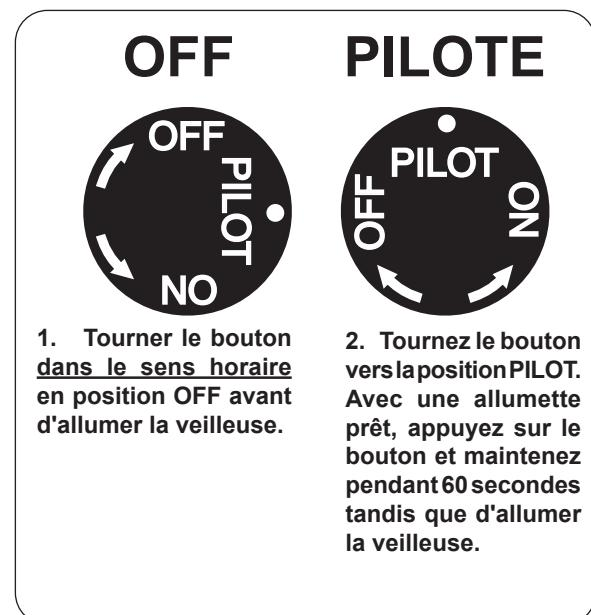

Fig. 30-1 Détail bouton de commande (OFF, PILOTE)
1. Localiser la vanne sur le côté gauche de l'appareil. Appuyer sur le bouton de contrôle du gaz et tourner dans le sens horaire en position **OFF** (Fig. 30-1).
2. Tournez le bouton de réglage dans le sens antihoraire pour **PILOTE** (Fig. 30-1). Appuyez sur le bouton de commande **fermement et pleinement** enfoncée. Tenez une longue allumette ou un briquet près du thermocouple pour allumer la veilleuse. Continuez à tenir le bouton de commande pendant environ 60 secondes après que le pilote est allumé, puis relâchez le bouton. Le pilote reste allumé.